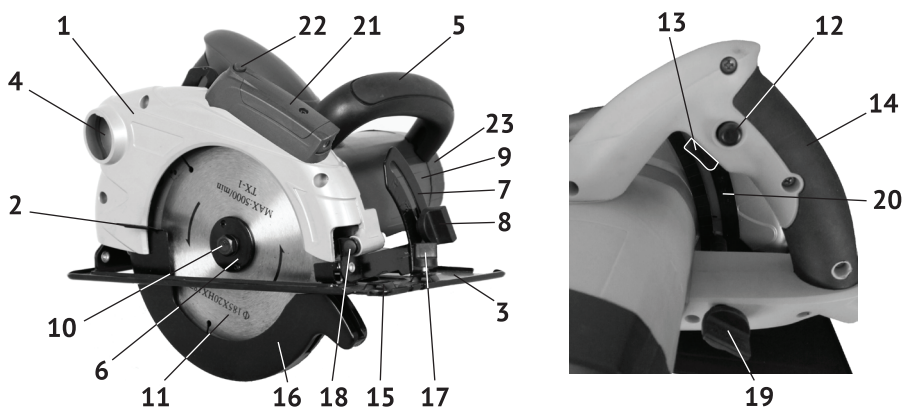

рис. 1
1.6 Общий вид пилы представлен на рис.1
1.7 Пила состоит из коллекторного двигателя в пластиковом корпусе (рис.1 поз.9) с закреплённой на нём рукояткой (рис1 пз.14) и металлического редуктора, совмещённого с верхним неподвижным кожухом (рис.1 поз.1).
Крутящий момент с якоря электродвигателя, через шестерню, передаётся на шпиндель, соосный с электродвигателем. На шпиндель пилы, между опорным и прижимным (рис.1 поз.6) фланцами крепится пильный диск (рис.1 поз.11). Это основной рабочий инструмент пилы.
1.8 Клавиша выключателя (рис.1 поз.13) расположена в передней части рукоятки (рис.1 поз.14). Во избежание самопроизвольного включения инструмента, выключатель снабжён блокировкой клавиши (кнопка блокировки, рис.1 поз.12, расположена на левой части рукоятки). Включение пилы осуществляется нажатием на клавишу выключателя (рис.1 поз.13) указательным пальцем после нажатия и удержания кнопки блокировки большим пальцем. Пила отключается при отпускании клавиши выключателя, при этом кнопка блокировки (со щелчком) возвращается в исходное положение - «заблокировано».
Для обеспечения точности реза, модель укомплектована лазерной направляющей. Блок лазера (рис.1 поз.21) расположен на верхнем кожухе пилы. Кнопка включения лазера (рис.1 поз.22) находится на крышке лазерного блока (рис.1 поз.21).
- переместить вверх за рычаг (рис.1 поз.2) нижний подвижный кожух (рис.1 поз.16);
- зафиксировать шпиндель, нажав кнопку стопора шпинделя (рис.1 поз.18);
- открутить накидным ключом (входит в комплект поставки) винт крепления диска (рис.1 поз.10), снять прижимной фланец (рис.1 поз.6);
- ослабить винт (рис.1 поз.19) фиксации глубины пропила;
- установить опорную плоскость направляющей плиты (рис.1 поз.3) на распиливаемую заготовку;
- ослабить винт (рис.1 поз.8) фиксации угла наклона;
- наклонив за рукоятку двигатель с диском, выставить по шкале кронштейна (рис.1 поз.7) необходимый угол пиления;
Внимание! При пилении под наклоном, значение глубины пропила, устанавливаемое по шкале (рис.1 поз.20), не совпадает с истинным значением. Глубина пропила в данном случае равна перпендикуляру от вершины пильного зуба к плоскости направляющей плиты.
- ослабить винт (рис.1 поз.17) фиксации параллельного упора;
- вставить в отверстие (рис.1 поз.15) и пазы направляющей плиты (справа или слева от пильного диска) линейку упора;
- зафиксировать винтом (рис.1 поз.17) установленный упор.
Внимание! Не фиксируйте нижний подвижный кожух (рис.1 поз.16) в открытом положении. Это может привести к заклиниванию диска, а также к травмам и повреждениям. Кожух будет автоматически сдвигаться при подаче заготовки.
3.2 Для замены щёток необходимо снять заднюю крышку (рис.1 поз.23) корпуса двигателя, открутив винты крепления. Вынуть щётки из щёткодержателей и заменить их новыми. Щётки следует заменять парой для обеспечения равной степени их давления на коллектор якоря.